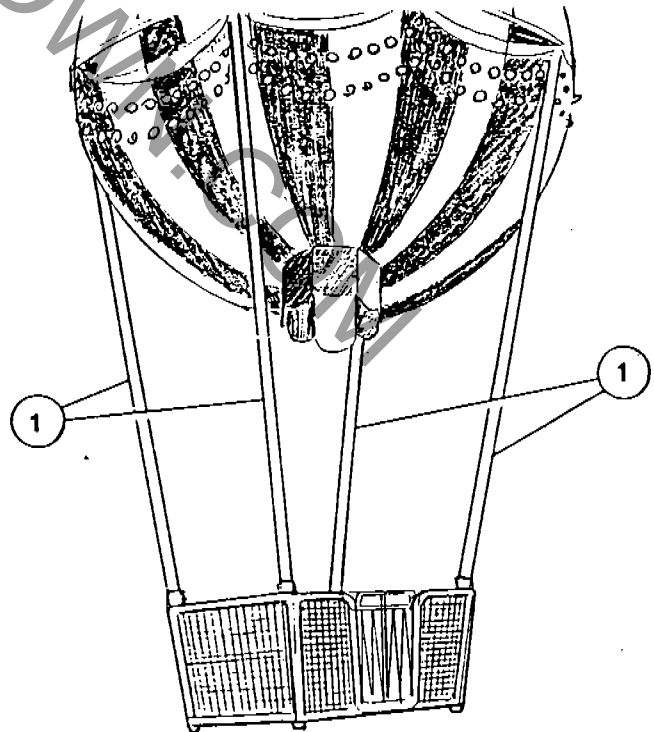

Fig. 8
- Install the craft and secure it to the upper supporting framework with tie-rods (1-Fig. 8).
- Montare la navicella fissandola alla struttura superiore tramite gli appositi tiranti (1-Fig. 8).